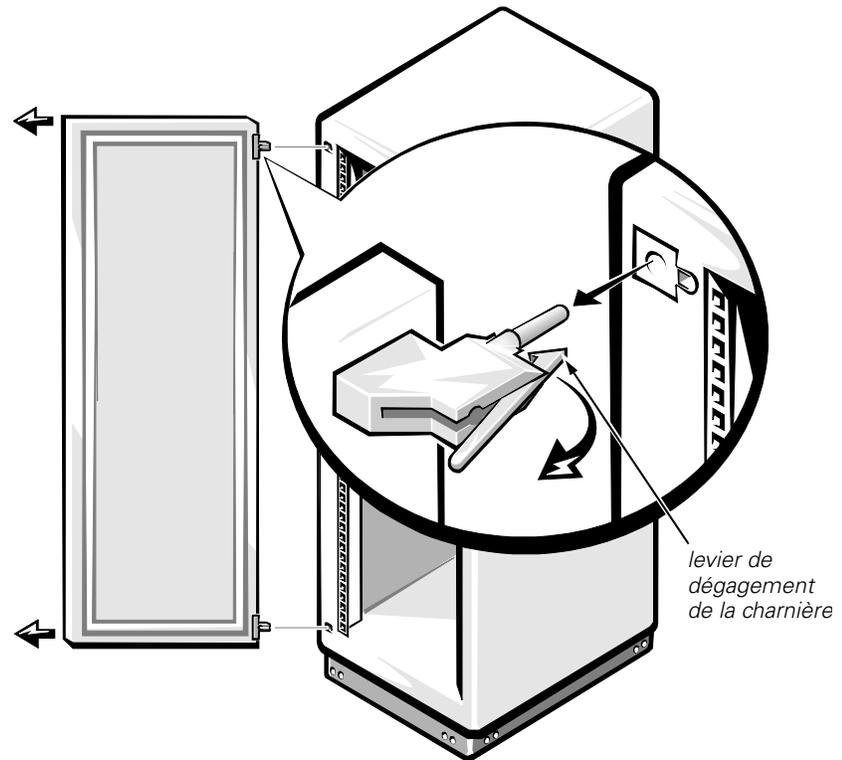

Figure 3. Retrait des portes du rack
2. Retirez la porte avant comme le montre la figure 3:
1. Hissez en place la porte avant et alignez les charnières avec les trous du rack tel que le montre la figure 3.